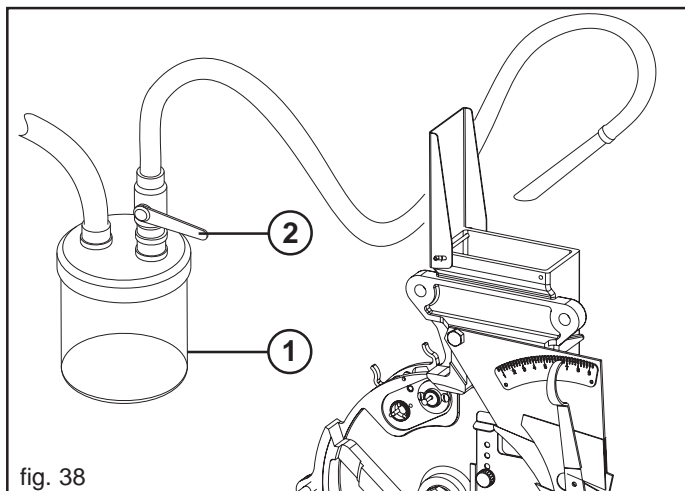

fig. 38
Suministrado de serie con la máquina (Fig. 38), está necesario para recuperar las semillas que quedan sin utilizar en los depositos al final de la siembra.
Abra la válvula (2, Fig. 38) situada después del contenedor de recuperación (1), e introduzca el extremo del tubo en los depósitos de semillas. Con el tractor detenido, con el freno de estacionamiento puesto, accione la T.d.F. para aspirar las semillas.